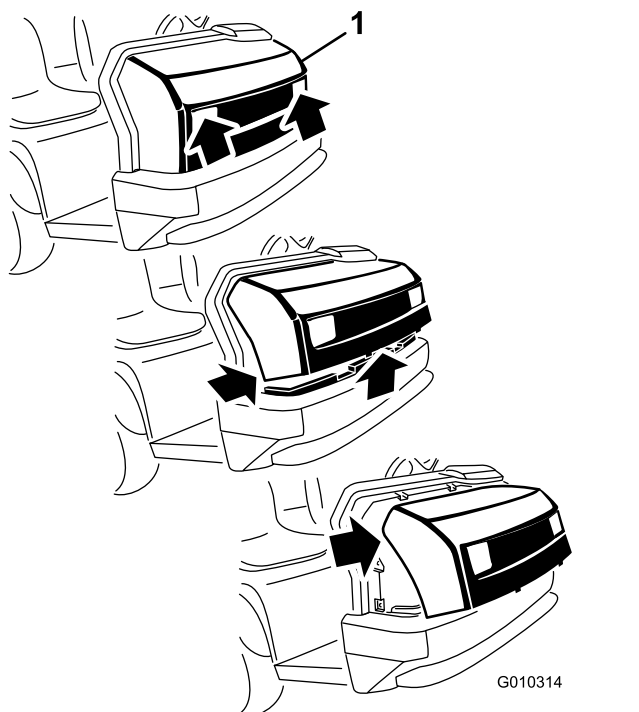

Figure 3
1. Saisissez le capot par les ouvertures des phares et soulevez-le pour dégager les pattes de fixation inférieures des fentes du cadre (Figure 3).
2. Faites pivoter le bas du capot vers le haut jusqu'à ce que vous puissiez dégager les pattes de fixation supérieures des fentes du cadre (Figure 3).
3. Faites pivoter le haut du capot en avant et débranchez les connecteurs des fils des phares (Figure 3).